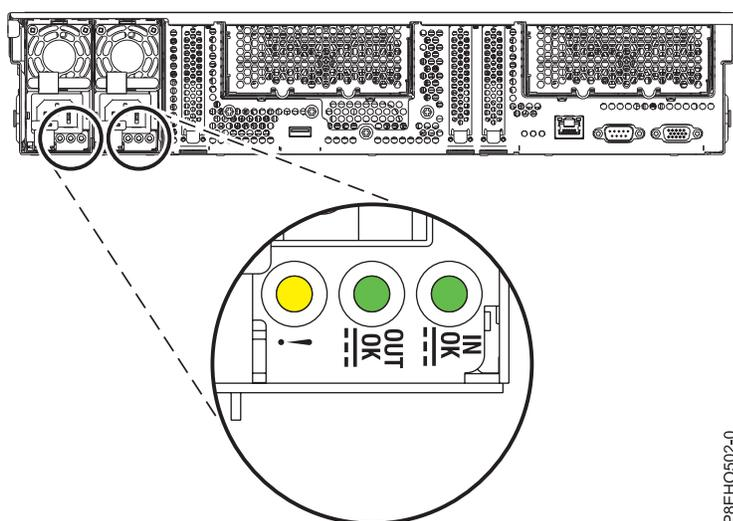

Figure 50. Emplacement des blocs d'alimentation et des voyants
5. Localisez les voyants (LED) sur les blocs d'alimentation. Deux blocs d'alimentation sont installés à l'arrière du système. La figure 50 montre l'emplacement des voyants.